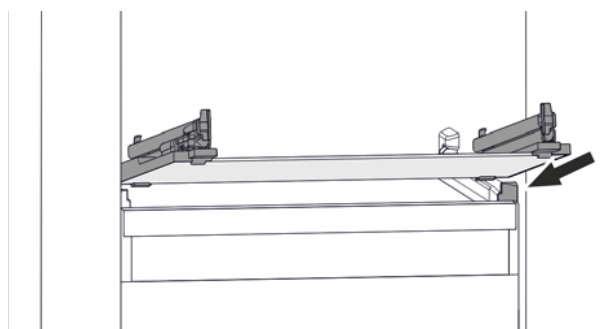

Fig. 119 Примерное отображение стеклнной пластины
- Наклоняя вниз, установите стеклнную пластину за стопоры. (см. Fig. 119)